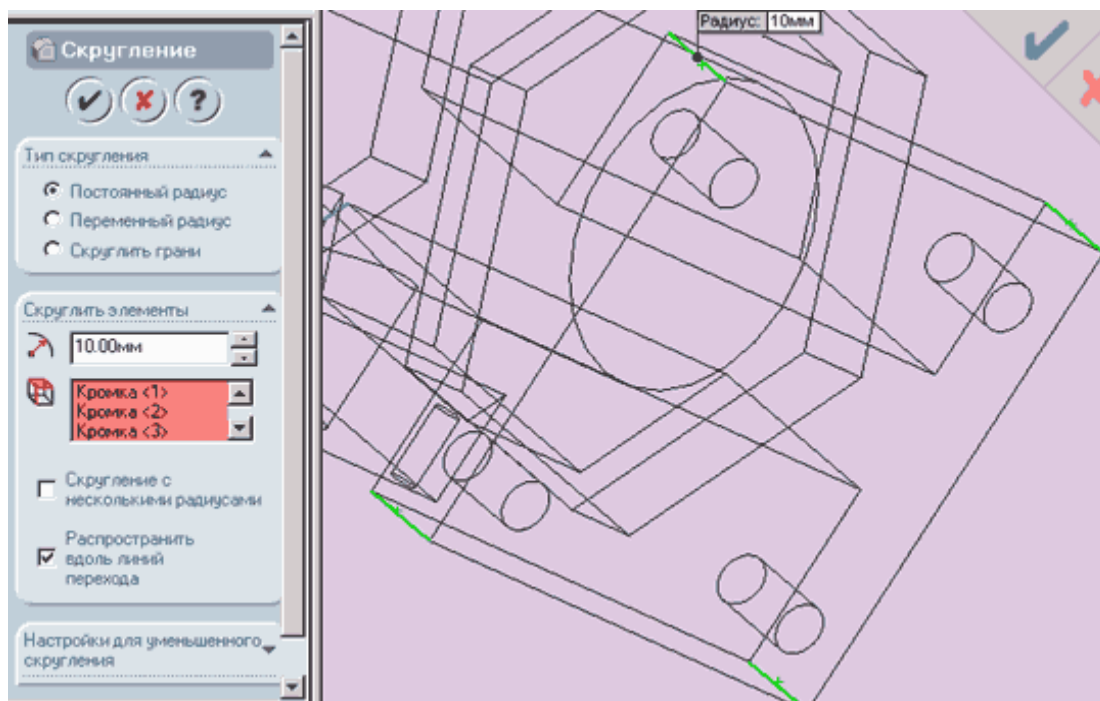

Рисунок 17 – Додавання заокруглень
- 3 Натискаємо на кнопку “Вибрати” і, утримуючи клавішу Ctrl, виділяємо всі чотири ребра (рис. 17).